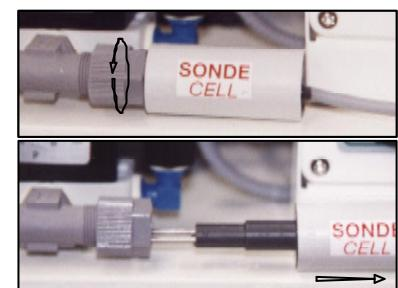

Fig. 12
86. NETTOYAGE DE LA SONDE (Fig. 12)